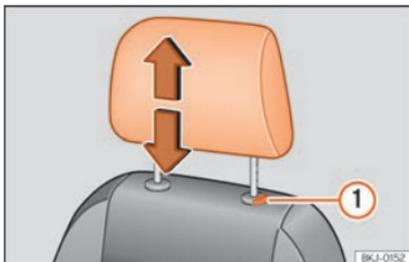

Abb. 141 Kopfstütze vorne: Einstellung und Ausbau.
- Sicherungstaste ① drücken » » **Abb. 141** und Kopfstütze herausziehen.